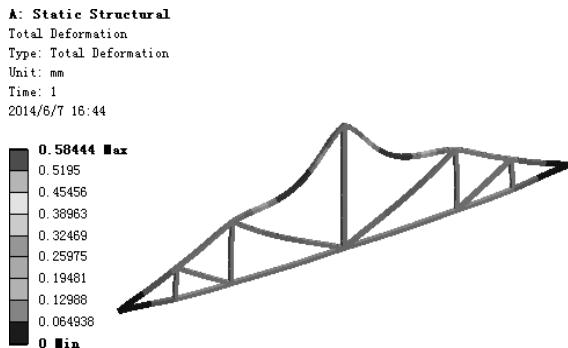

图 7.8.14 位移变形结果图解
(1) 求解分析。在顶部工具栏中单击 **Solve** 按钮求解分析。
(2) 查看位移变形结果图解。在“Outline”窗口中选中 **Total Deformation**，查看图 7.8.14 所示的位移变形结果，其最大位移为 0.58444 mm。